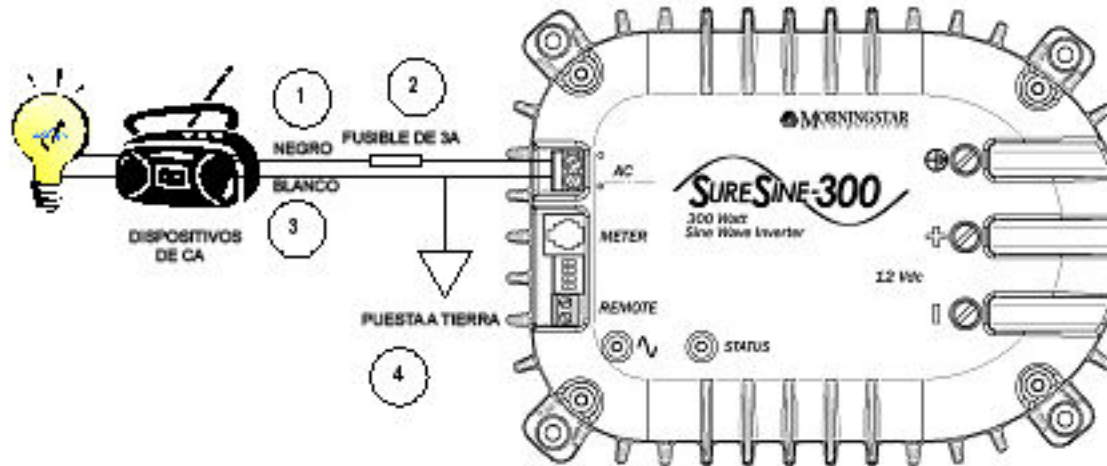

Figura 3 Diagrama de cableado de CA
Los cables de energía de CA no están incluidos. Use el cable apropiado para cada conexión de CA, según se muestra en la figura 3.
1. Conecte un cable negro de línea listado en UL de 12AWG (4 mm²) a las cargas de CA o al panel de distribución según se muestra en la figura 3.
2. Inserte un fusible de 3A en línea en el cable de línea de CA según se muestra en la figura 3.